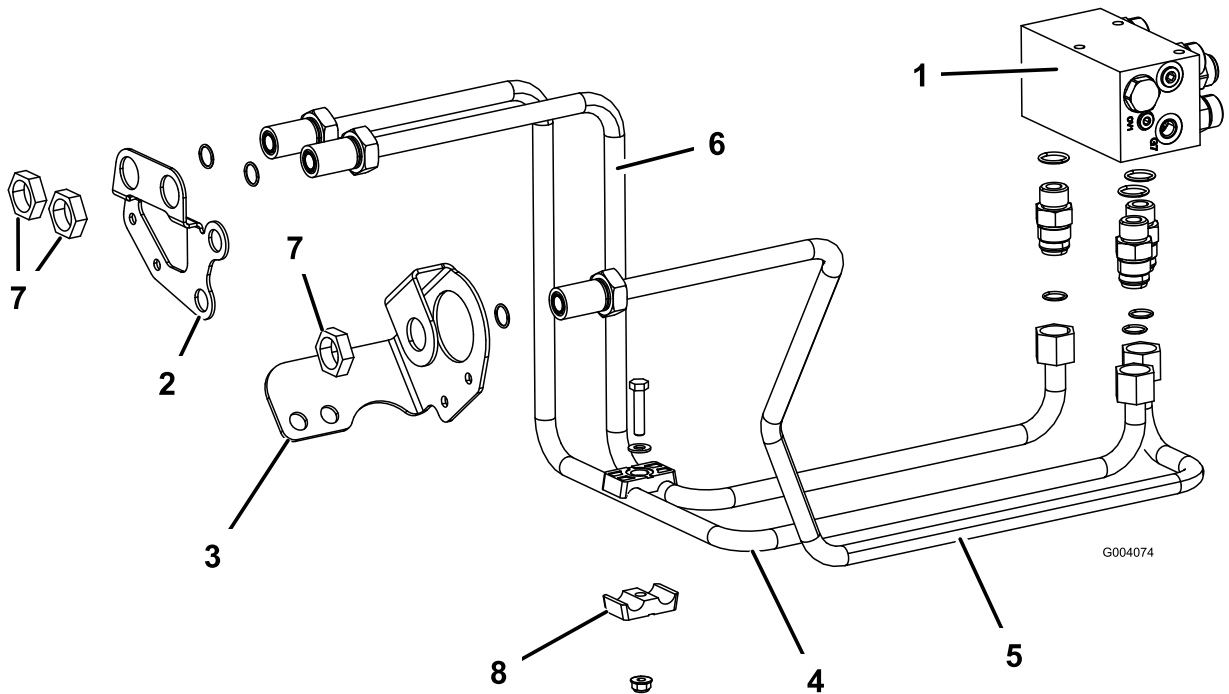

図 9
ティングから、右側フレームのバルクヘッドブラケットの右側の穴に配設する 図 9。
2. この油圧チューブの後部をマニホールドのフィッティングに固定し、前部をバルクヘッドブラケットにバルクヘッド用ロックナットで固定する 図 9。
3. 油圧チューブ P/N 108-7626 を、中央マニホールドフィッティングの REV というラベルのついたフィッティングから、左側フレームのバルクヘッドブラケットの穴に配設する 図 9。
5. 油圧チューブ P/N 108-7625 を、右側マニホールドフィッティングの LF というラベルのついたフィッティングから、右側フレームのバルクヘッドブラケットの左側の穴に配設する 図 9。
7. 右側バルクヘッドのライン 2 本を、チューブクランプ、キャップスクリュー 5/16 x 1-1/2 インチ、平ワッシャ 0.344 x 0.688、ロックナット 5/16 インチ 図 9 で固定する。